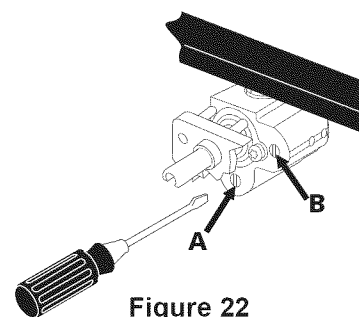

Figure 22
- e. El tamaño de la flama en la porción trasera del quemador de puente puede ser aumentada o disminuida dando le vuelta al tornillo **A**. Use el tornillo **B** para ajustar el tamaño de la llama de la porción central del quemador (Figure 22). Gire el tornillo a la izquierda para aumentar el tamaño de la llama. Gire el tornillo a la derecha para reducir el tamaño de la llama. Ajuste el tamaño de la llama hasta que pueda girar la perilla rápidamente desde la posición LITE (encender) hasta el ajuste mínimo sin que se apague la llama.